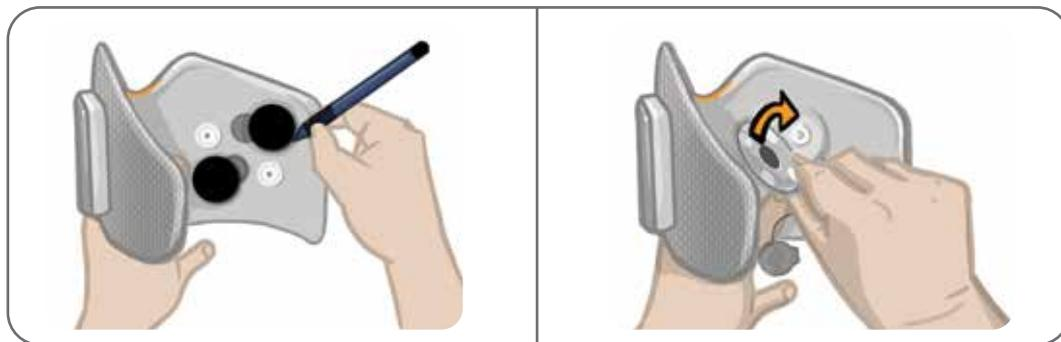

Figure 8-7 : Marquez la position de la base d'électrode (à gauche)
2. Marquez la position des bases d'électrodes usagées sur le manchon de la jambière à l'aide d'un marqueur indélébile. Reportez-vous à la figure 8-7.